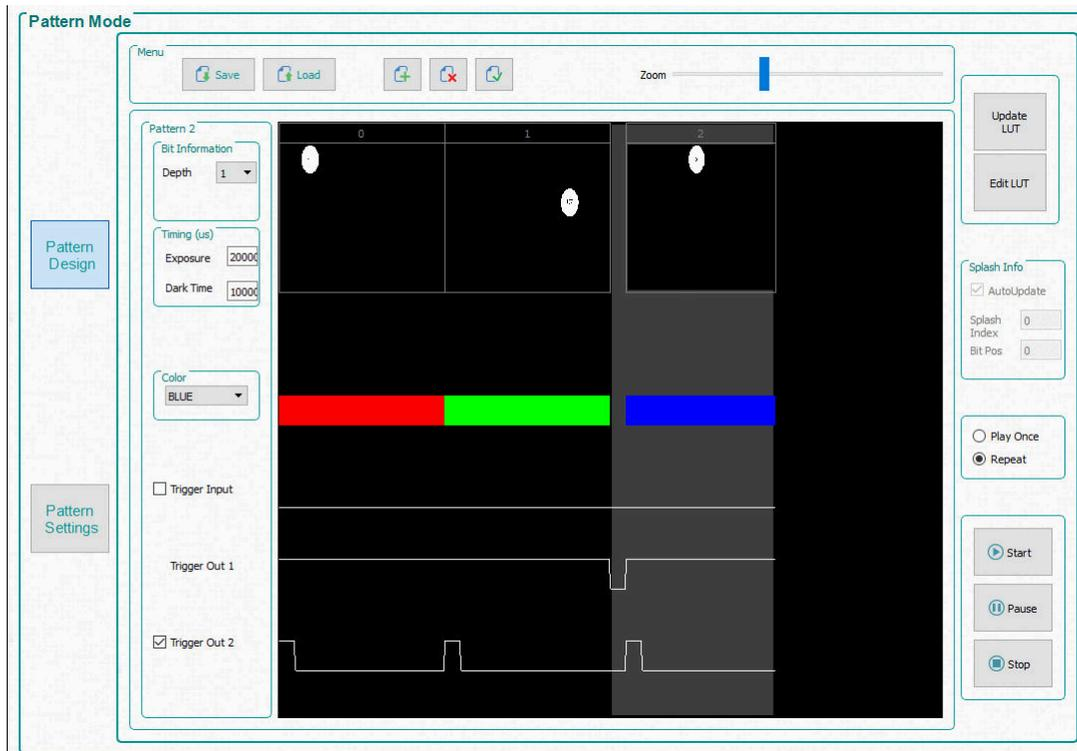

图 4-10. 三图案序列
7. 选择第三个图案，并选择位深度为 1。将曝光时间设置为 200000 $\mu$ s，将暗时间设置为 100000 $\mu$ s，然后选择 **Blue** 颜色。图 4-10 展示了图案序列。**Zoom** 条可用于放大和缩小，这在面板中加载多个图案时很有用。